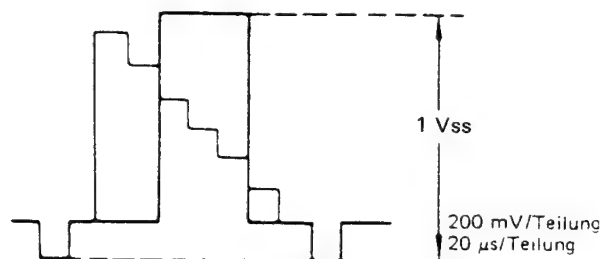

Abbildung 2-3.
4. Einen Frequenzzähler an den Stift ⑤ von IC201 anschließen, und R216 (FM-Trägerregler) so einstellen, daß der Zähler 3,8 MHz anzeigt.
6. Das Oszilloskop (externer Trigger: TP2201) an den Videoausgang (75-Ohm-Klemme) anschließen. Wenn der automatische Aufnahme- und Wiedergabepegel niedriger als 1,0 Vss ist, R222 (Hubregler) entgegen dem Uhrzeigersinn drehen; ist der Pegel höher als 1,0 Vss, R222 im Uhrzeigersinn drehen. Diesen Vorgang wiederholen, bis  $1,00 \pm 0,05$  Vss angezeigt wird. (Siehe Abb. 2-3.)
7. Das normale Farbbalkensignal nicht mehr zuleiten, und einen Stiftstecker in die Eingangsbuchsen stecken, um diese kurzzuschließen. Einen Frequenzzähler an den Stift ⑤ von IC201 anschließen, und sicherstellen, daß der Zähler 3,8 MHz anzeigt.